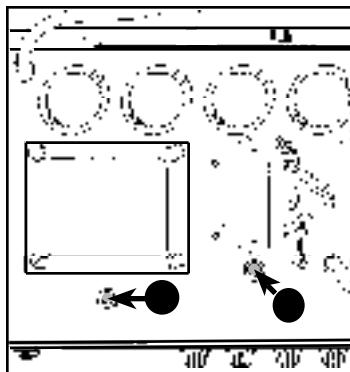

FIG. 1
- A. **HUM BALANCE ADJUSTMENT** - Diese Regulierung minimiert das an den Lautsprechern hörbare Brummgeräusch, das durch ein Ungleichgewicht in den Glühfäden der Röhren verursacht wird. Nehmen Sie die Regulierung nach dem Auswechseln der Röhren vor. Regulierungsanleitung: Schalten Sie den Verstärker 2 Minuten lang EIN, wobei kein externes Gerät an den INPUTS angeschlossen sein darf. Drehen Sie die Regler VIBRATO CHANNEL - VOLUME, MIDDLE und BASS vollständig in Uhrzeigerrichtung und den Regler TREBLE vollständig gegen die Uhrzeigerrichtung. Drehen Sie alle NORMALE CHANNEL-Regler vollständig gegen den Uhrzeigersinn. Schalten Sie die Effekte REVERB und VIBRATO aus. Drehen Sie anschließend mit einem Schlitzschraubendreher den BALANCE ADJUSTMENT-Regler (siehe "A" in Abb. 1) abwechselnd in beide Richtungen, und wählen Sie die Position, bei der die geringsten Brummgeräusche entstehen.
- A. BALANCE ADJUSTMENT** - この調整は真空管のフィラメントのアンバランスによる電気音を低下します。真空管を交換した際にこれで調整してください。調整手順INPUTSに何も指し込んでいない状態にし、アンプの電源を入れて、2分間待ちます。VIBRATO CHANNEL - VOLUME - MIDDLE - BASSのノブを時計方向にいっぱいまで廻し、TREBLEノブを逆時計方向にいっぱいまで廻します。すべてのNORMAL CHANNELノブを逆時計方向にいっぱいまで廻します。REVERB及びVIBRATOエフェクトをオフにします。BALANCE ADJUSTMENTコントロールにマイナス・ドライバを差込み(図1の「A」参照)、左右廻しながら最も雜音の少ない位置を確認します。